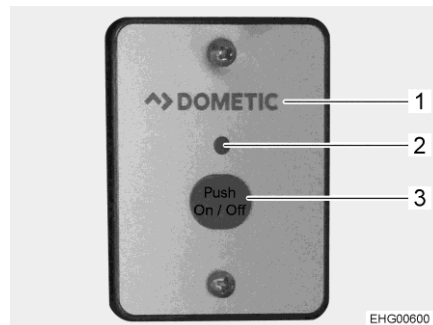

Bild 112 Extern brytare (växelriktare)
Den externa brytaren (Bild 112,1) är placerad i högskåpet i ingångsområdet.
- Tryck ner knappen "On/Off" (Bild 112,3). Lysdioden (Bild 112,2) lyser.
- Tryck ner knappen "On/Off" (Bild 112,3). Lysdioden (Bild 112,2) slocknar.